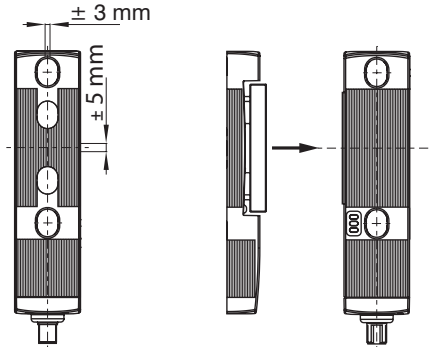

Abb. 1: Maximal erlaubter seitlicher Versatz und Wirkrichtung der Zuhaltekraft
- Die Sicherheitszuhaltung muss in Wirkrichtung der Zuhaltekraft betrieben werden (siehe Abb. 1).